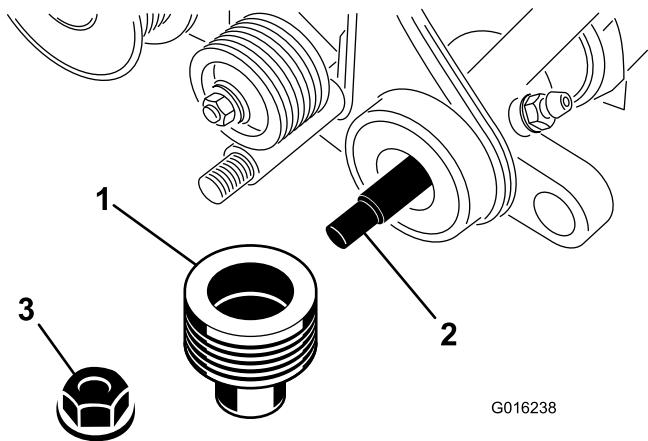

Bild 31
- Entfernen Sie die Sicherungsbundmutter, mit der die angetriebene Scheibe am Ende der Groomerwelle befestigt ist (Bild 31). Nehmen Sie die Scheibe ab.